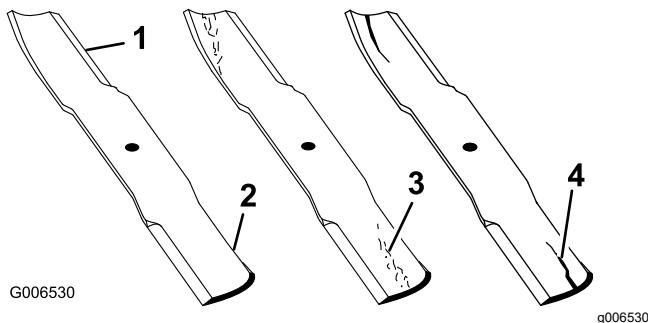

Figura 85
- Inspeccione los filos de corte (Figura 85).
- Si observa fisuras, desgaste o la formación de una ranura en esta zona, instale de inmediato una cuchilla nueva (Figura 85).